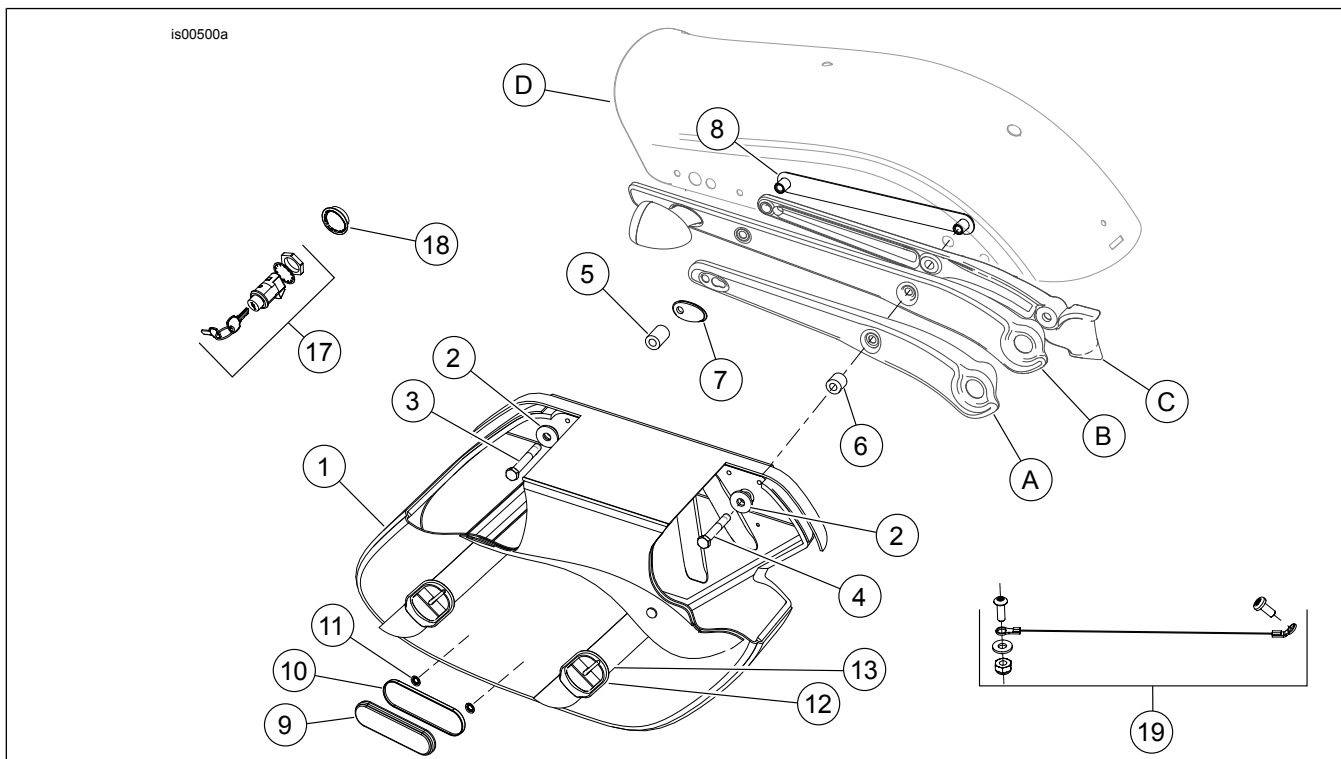

Figura 3. Piezas de servicio para aplicaciones de 2006 y posteriores (excepto el FXDB)
Vea Figura 3 y Tabla 3.
5. **Todos los demás modelos:** Vea Figura 3 y Tabla 3. Instale la pieza de soporte del soporte del guardabarros (8) del kit en el interior del guardabarros.
12. Para los modelos FXDB de 2009 y posteriores y FXDWG de 2010 y posteriores, deseche la cubierta del receso (7).